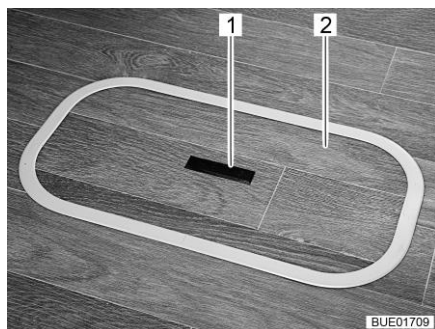
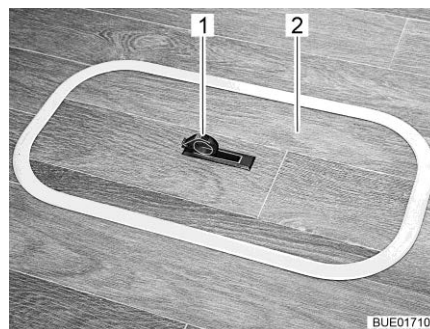

Fig. 76 Copertura scomparto del pavimento (maniglia abbassata)
Fig. 77 Copertura scomparto del pavimento (maniglia alzata)
- Spingere la piastra di presa (Fig. 76,1) verso il basso da un lato. La maniglia (Fig. 77,1) viene ruotata verso l'alto.
- Rimuovere la copertura (Fig. 76,2 o Fig. 77,2) tirandola verso l'alto.